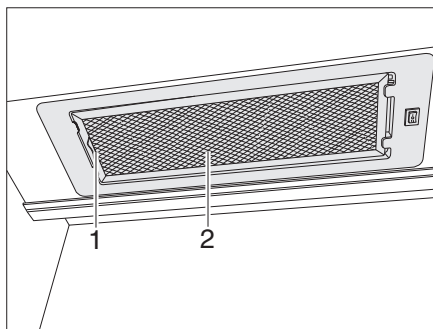

Bild 146 Spisfläkt
- Tryck spaken (Bild 146,1) inåt.
- Avlägsna filtret (Bild 146,2) nedåt.